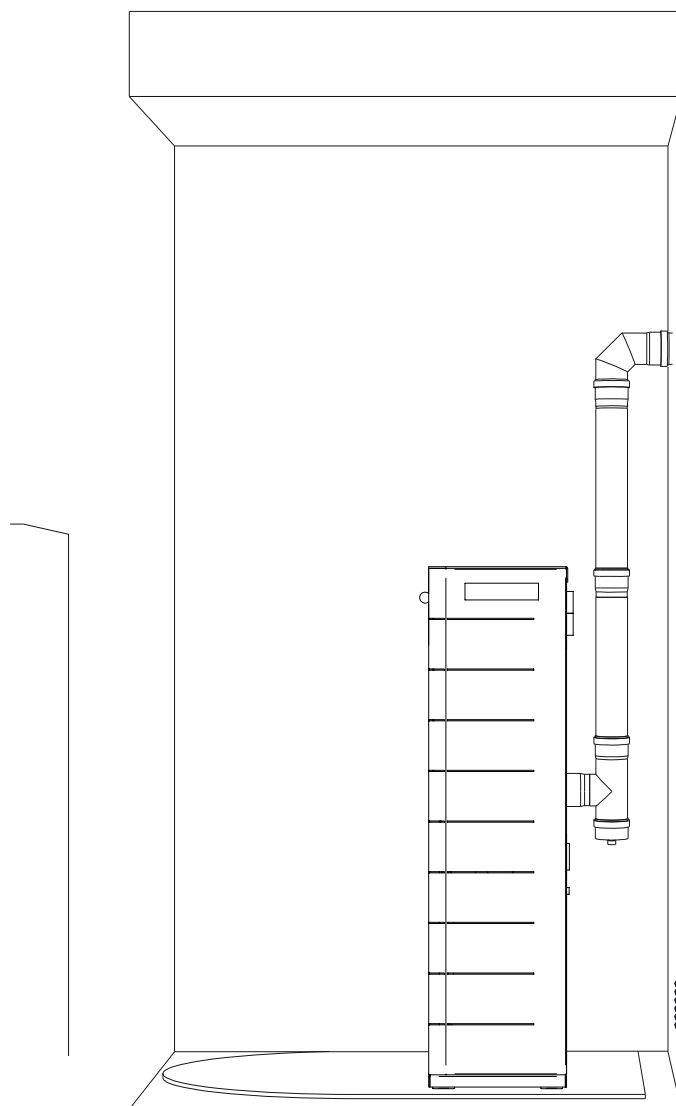

Fig. 2: conexión con el cañón de humo
- La tapa de la chimenea deberá posicionarse de tal forma que se garanticen la dispersión y dilución adecuadas de los productos de combustión y, además, deberá encontrarse fuera de la zona de reflujo. Esta zona tiene diferentes dimensiones y formas dependiendo del ángulo de inclinación del tejado, de manera que será necesario adoptar alturas mínimas (fig. 2).